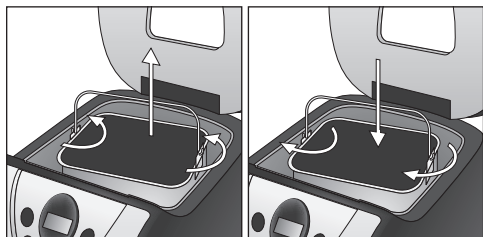

Fig. 1: sacar : Fig. 2: colocar
Para sacar el molde ④ (fig.1):